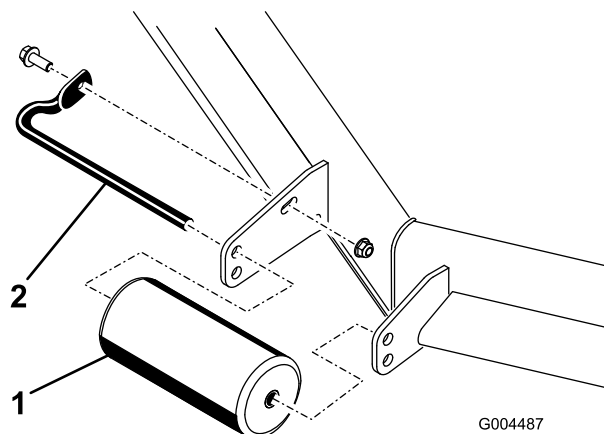

図 13
1. ローラのシャフトをデッキのブラケットに固定しているネジとボルトを取り外す（図 13）。